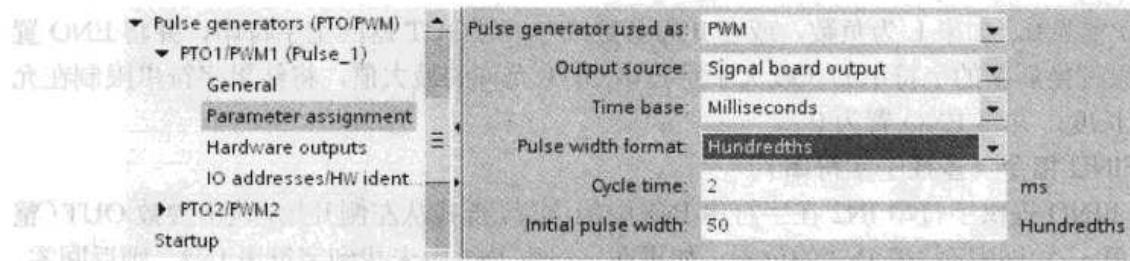

图 5-46 设置脉冲发生器的参数
- 3) 选中左边窗口的“Parameter assignment”参数组（见图 5-46），在右边的窗口可以设置下列参数：
用输入域“Initial pulse width”设置初始脉冲宽度，采用 Pulse width format 选择的单位，图 5-46 中为百分数，脉冲的占空比为 50%，脉冲周期为 2ms，脉冲宽度为 1ms。